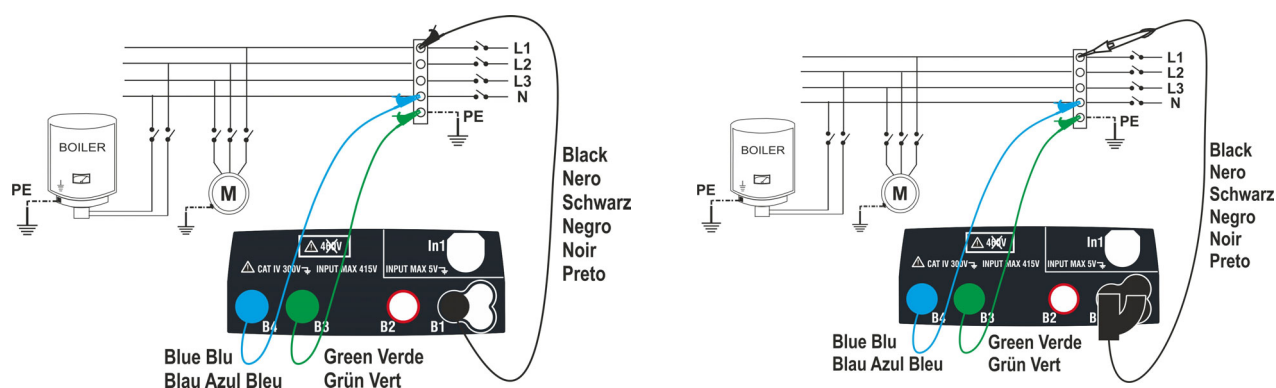

Fig. 10: Verificación del aislamiento L-PE y N-PE mediante cables y punta remota
5. Conecte los cocodrilos y/o las puntas y/o la punta remota en los extremos de los conductores en examen de acuerdo con la Fig. 10 y la Fig. 11